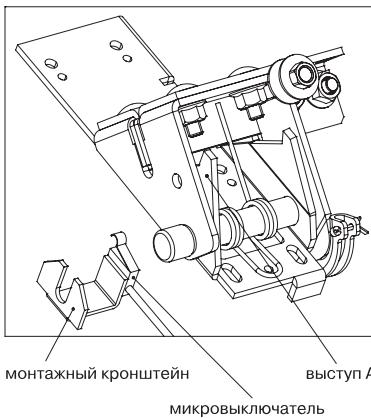

Рис. 47.2
- Микровыключатель, отключающий электропривод при ослаблении или обрыве троса, в сборе с монтажным кронштейном (см. рис. 47.2) крепится к подвижной части нижнего кронштейна.